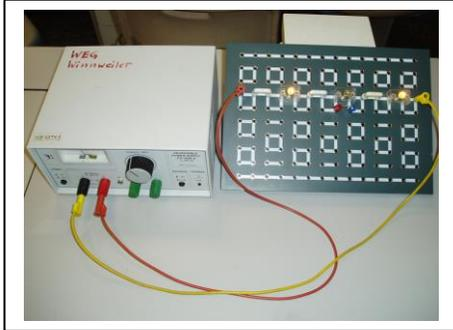

Abb. 3: Mittlere Birne
2. Beim Herausdrehen der Lampe 2 gehen zunächst die beiden anderen Glühlampen für kurze Zeit aus und nehmen dann langsam an Helligkeit zu, bis sie fast wieder ihre ursprüngliche Helligkeit erreicht haben (siehe Abb. 3).